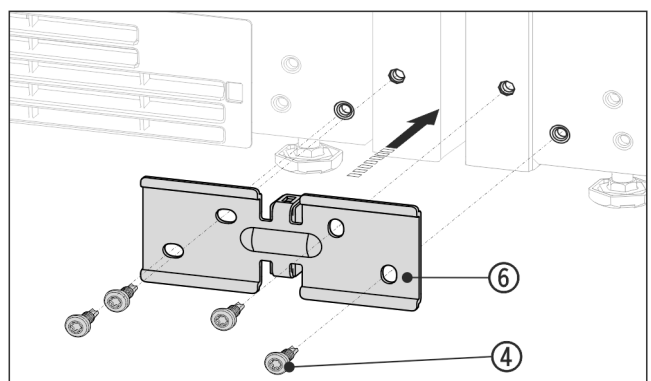

Fig. 18 Beispielhafte Darstellung
- Winkel Fig. 18 (6) mit dem Distanzstück zwischen die Geräte schieben und mit 4 Schrauben Fig. 18 (4) lose anschrauben.